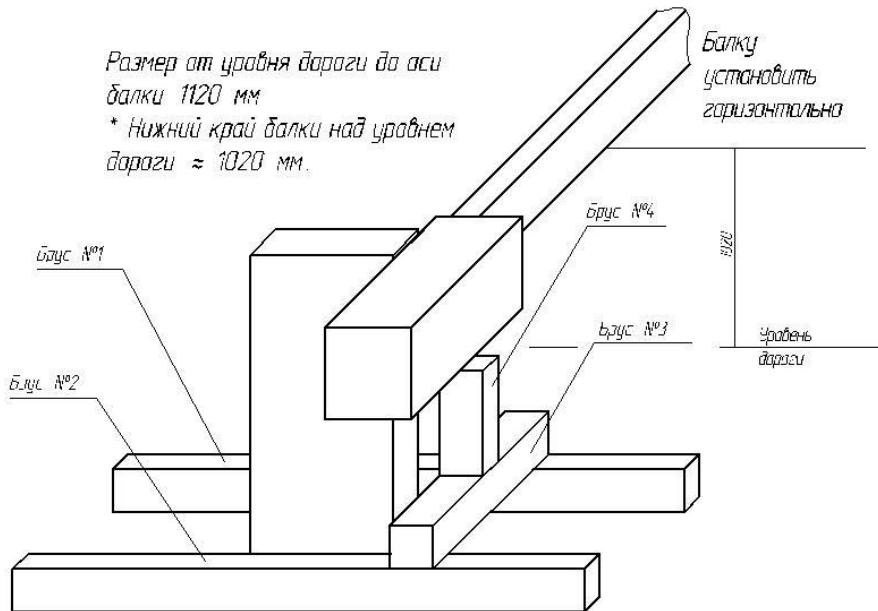

Рис.3
2. Перед проведением монтажа основной стойки ШАП необходимо укрепить на шпильках установочные брусья №1 и №2 (рис.3), которые будут упираться на края котлована. Это необходимо для придания стойке вертикальности в 2-х плоскостях и регулировке стойки по высоте. Применять только текстильные стропы (фото 1).
Монтаж шлагбаума начинается с установки в подготовленный котлован основной стойки в сборе с балкой. Выставить стойку в вертикальном положении с отклонением от вертикали 1/1000 мм в двух плоскостях с помощью подтяжки и отпускания гаек на шпильках, проходящих через установочные брусья №1 и №2. Балку шлагбаума установить горизонтально. На установочные брусья уложить поперечину №3 и установить подпорку ($l=600$ мм) №4 под противовес под осью балки. Проверить размер 1020 мм (рис.3; фото 2, 3, 4). Проложить и подключить кабели к клеммным колодкам на приемной стойке, согласно ПУЭ.